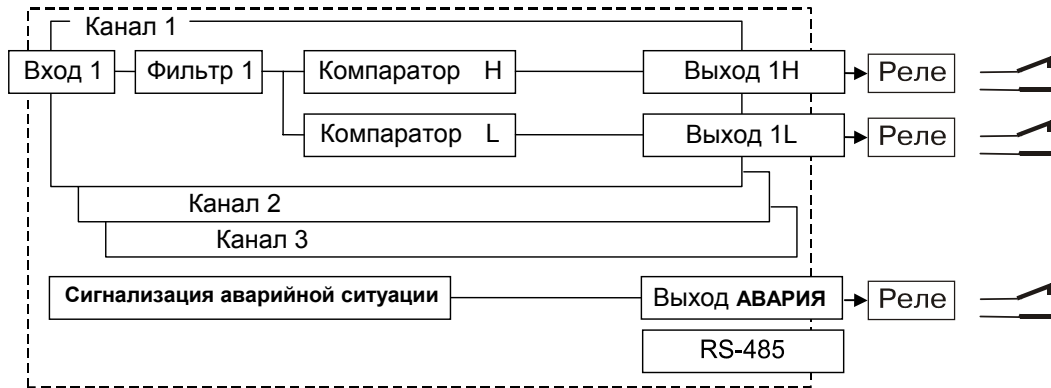

Рис. 3.1
Функциональная схема прибора приведена на рис.3.1.
3.4.1. Функциональная структура прибора, представленная на рис. 3.1, реализована программно. Настройка работы функциональных блоков прибора выполняется путем задания параметров. Пользователь управляет работой прибора, изменяя значения параметров.
3.6.1. Компараторы **H** и **L** (см. рис. 3.1) реализуют функции регулирования и/или сигнализации.